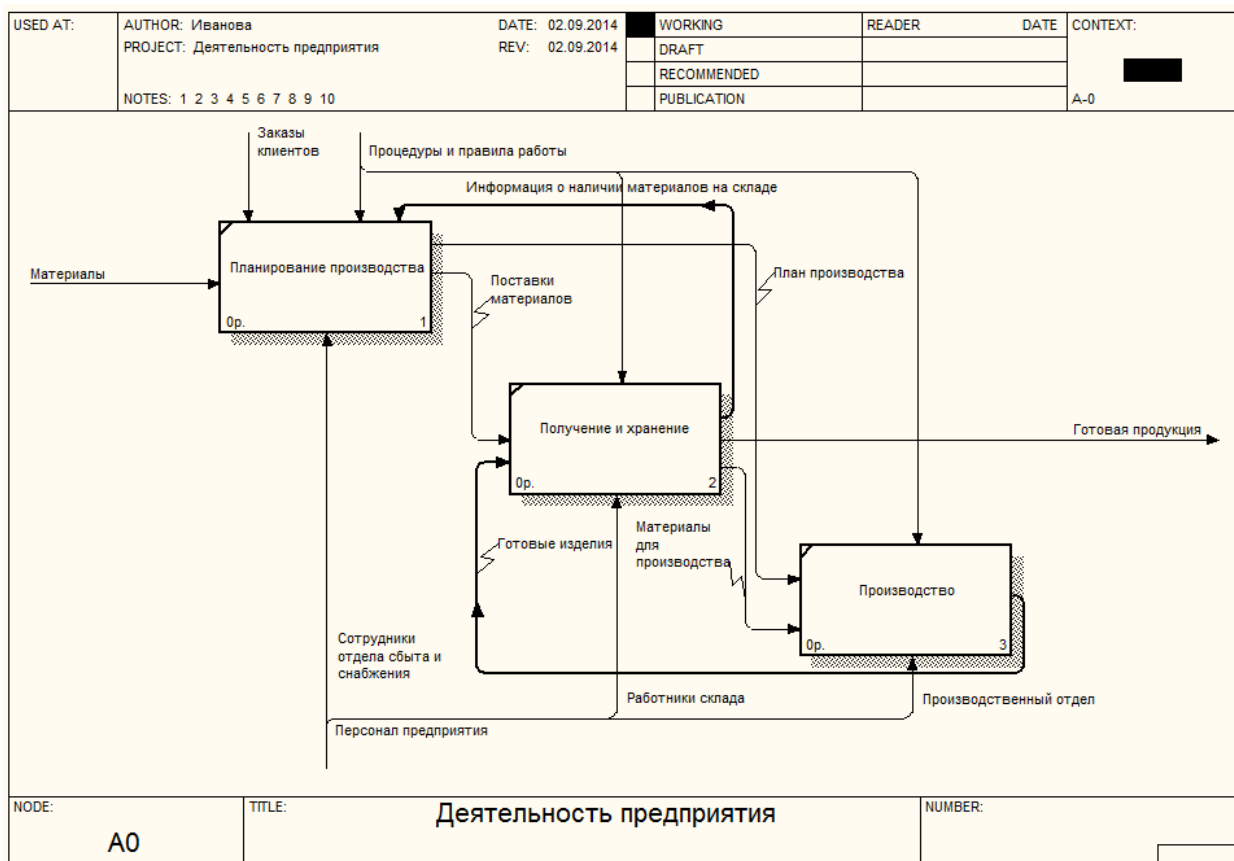

Рис. 23. Результат декомпозиции контекстной диаграммы
12. Задайте имена ветвям стрелки *Персонал предприятия* (рис. 23). Для этого правой кнопкой мыши щелкните по ветви стрелки *Персонал предприятия*, идущей к блоку *Планирование производства*, выберите команду *Name (Имя)* и введите *Сотрудники отдела сбыта и снабжения*.